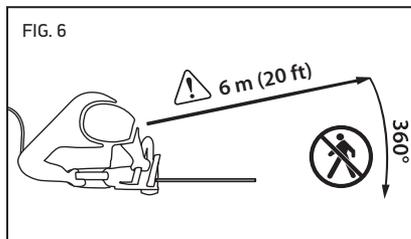

FIG. 6
⚠ MISE EN GARDE : établissez une zone de sécurité de 6 m (20 pi) pour les personnes à proximité avant d'utiliser cet équipement. Cette zone de sécurité est un cercle d'au moins 6 m (20 pi) autour de l'utilisateur qui ne doit inclure aucune personne, aucun enfant, ni aucun animal (Fig. 6). Les opérations d'abattage exigent une zone de sécurité plus grande en fonction de la taille de l'arbre, consultez la section « Abattage d'un arbre ».
- Assurez-vous que les personnes à proximité et les aides sont à une distance suffisante du point de chute des branches. Les personnes à proximité et les aides ne doivent jamais se tenir directement devant ou derrière l'utilisateur. Consultez la Fig. 6.